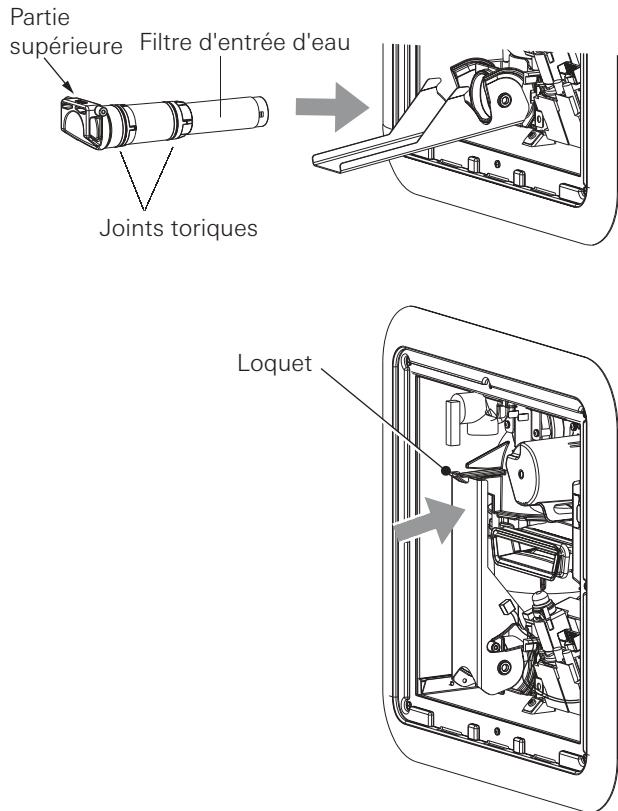

Fig. 11b
13. Installez le filtre d'entrée d'eau comme illustré à la Fig. 11b. Vérifiez si le filtre est correctement installé, puis refermez le levier « Easy Drain Lever » jusqu'à ce qu'il soit bloqué en place par le loquet.